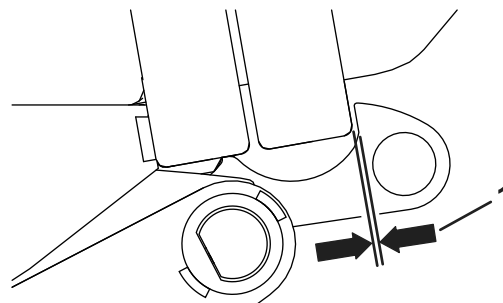

図 5
- 閉じた状態のホップードアとフックとの間のすき間をチェックする。すき間の規定値は 2 mm。必要に応じて調整する 図 5。